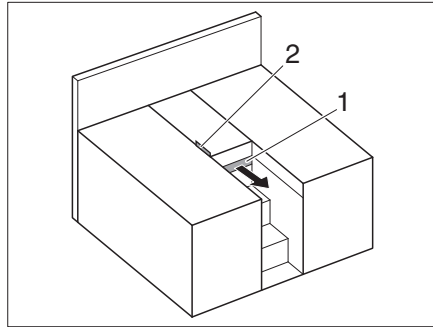

Fig. 178 Camas individuales
- Desenganchar la cinta de sujeción (Fig. 178,2) y extraer el extractor (Fig. 178,1).